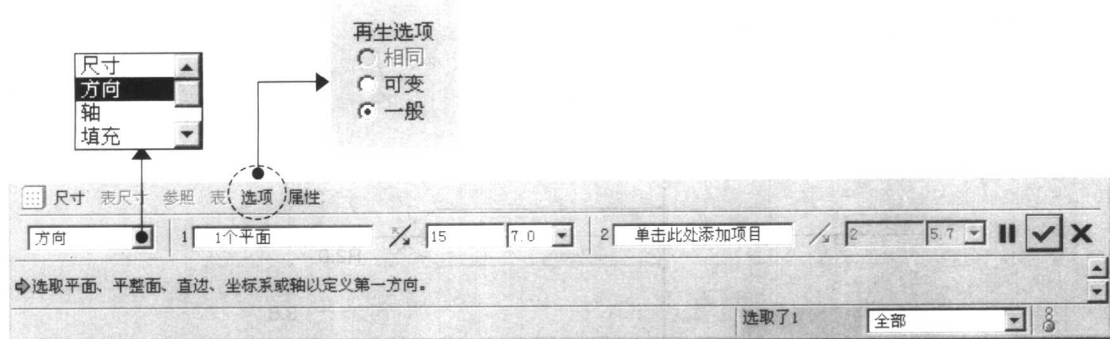

图 1.9 阵列操控板
- (1) 在模型树中单击 Step3 中创建的旋转特征，再右击，从快捷菜单中选择 **阵列(A)** 命令。
(2) 选取阵列类型。在如图 1.9 所示的操控板的选项界面中选中 一般 单选按钮。